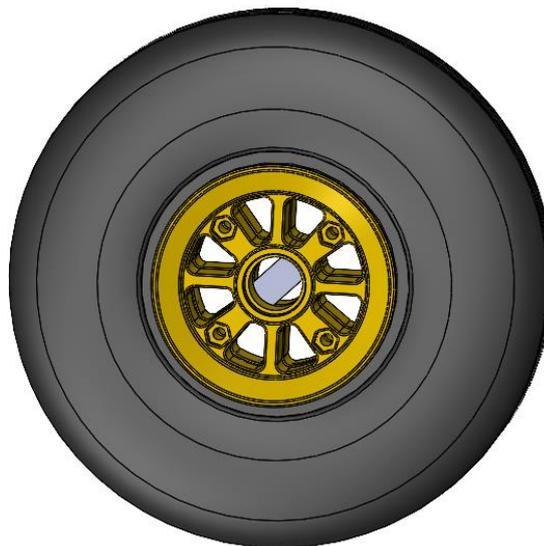

Figura 19
- d. Solte os parafusos (3-1/8) e encha novamente a câmara de ar para descolar as duas metades do aro (3-1/3) antes de esvaziá-la por completo novamente. Com os pneus ainda montados e a câmara de ar totalmente vazia, insira uma chapa espaçadora (sem pontas cortantes) entre os aros, conforme Figura 19 .